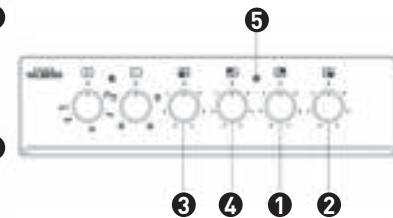

Imagen 5
Cuando el fuego está encendido, el visor rojo (Imagen 5, número ⑤) del panel de control se enciende. Este indicador luminoso le permite ver si un fuego se ha quedado encendido por error. Ponga el botón en la